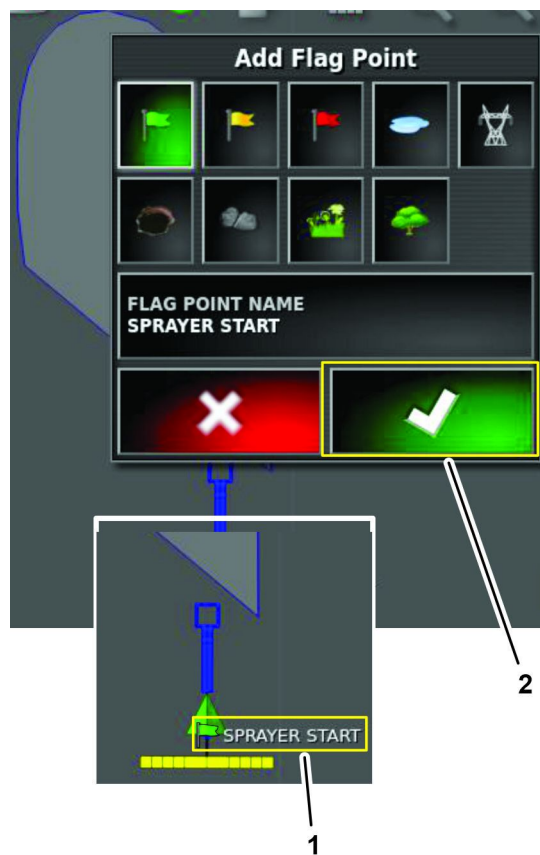

Figura 82
6. Nella finestra di dialogo Aggiungi punto di segnalazione, premete l'icona Conferma (Figura 82).